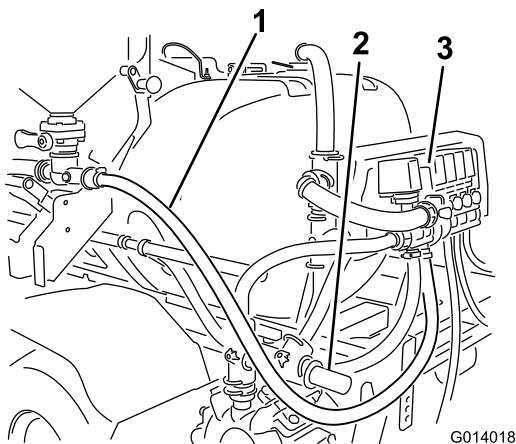

Figura 26
2. Encaminhe a extremidade aberta do tubo de alimentação para trás depois da bomba e volte na direcção do conjunto da válvula sob a válvula de descarga (Figura 26).
3. Ficando por baixo do tubo de agitação, mas acima da montagem do lado esquerdo da rampa central, encaminhe o tubo para cima para a válvula do misturador (Figura 26).